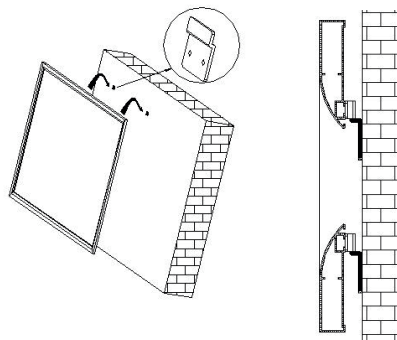

Fig. 16
3. Montez les équerres de montage (D) avec les vis autotaraudeuses (F) et les chevilles en plastique (K) dans un mur solide. Si votre mur est fabriqué à partir de matériau non solide, percez des trous et/ou utilisez du matériel de montage adapté à votre support.
4. Accrochez l'écran sur les équerres comme indiqué dans la figure 16. Le montage est terminé.